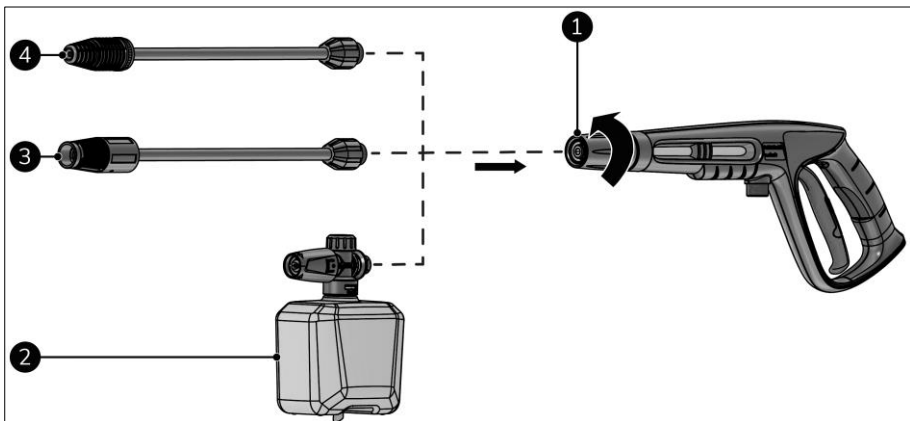

Abbildung 13
1. An der Strahlpistole (Abbildung 13, Pos. 1) anschrauben (festziehen):
- die Schaumdüse (Abbildung 13, Pos. 2), oder;
- die einstellbare Düse (Abbildung 13, Pos. 3), oder;
- Turbodüse mit Wahlmöglichkeit für niedrigen oder hohen Druck (Abbildung 13, Pos. 4).